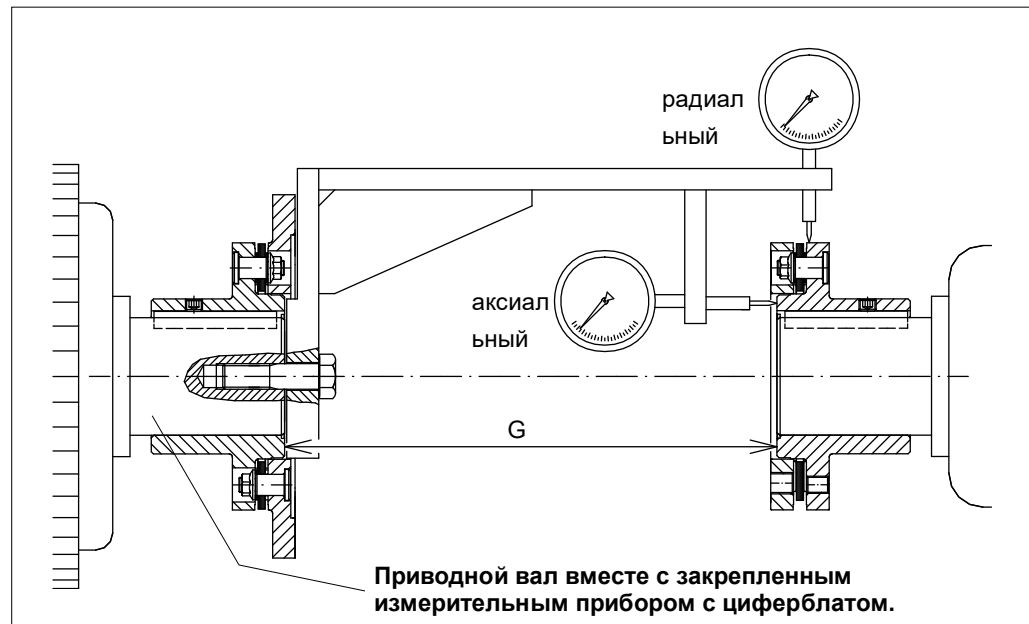

Рис. 31
**Погрешность радиального биения** в соответствии с → главой 8.5.3, Рис. 31 стр. 58
- **Погрешность торцевого биения** в соответствии → главой 8.5.3, Рис. 31 стр. 58 (максимально допустимое осевое отклонение циферблатного индикатора!).